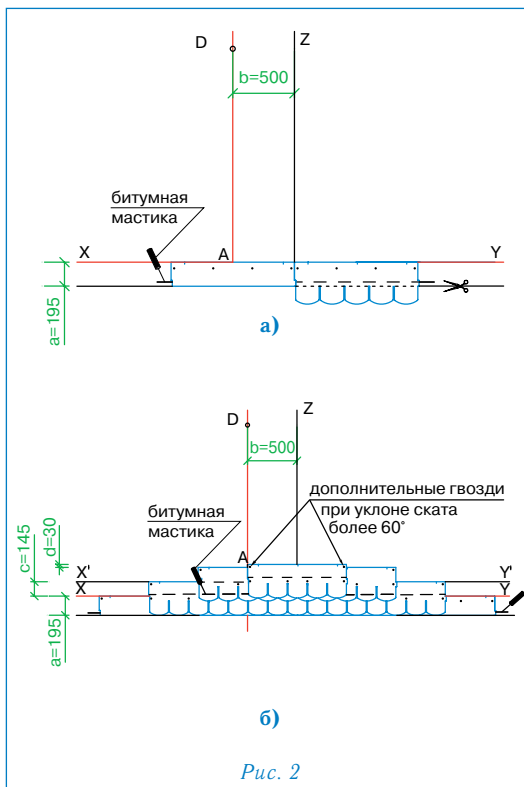

Рис. 2
Укладка материала (рис. 2)
- Начальный ряд формируется из листов черепицы АНТИК ПРАГА обрезанных по линии, образованной конечными точками вырезов. Полученные таким образом полосы шириной 19,5 см укладываются по линии карниза в обе стороны от линии Z (рис. 2а) и фиксируются по нижнему краю битумной мастикой, а по верхней кромке 4 гвоздями (ось гвоздей на 5 см ниже верхнего края полосы);
- далее первый ряд черепицы укладывается от линии AD (рис. 2б);
- второй ряд укладывается от линии Z (со смещением 50 см от AD) (рис. 2б);
Каждый лист черепицы АНТИК ПРАГА крепится 4 гвоздями (ось гвоздей на линии битумных клеевых полос) таким образом, чтобы гвоздь прошивал и верхний край нижележащего листа черепицы (рис. 2б). При укладке черепицы на скатах при уклоне